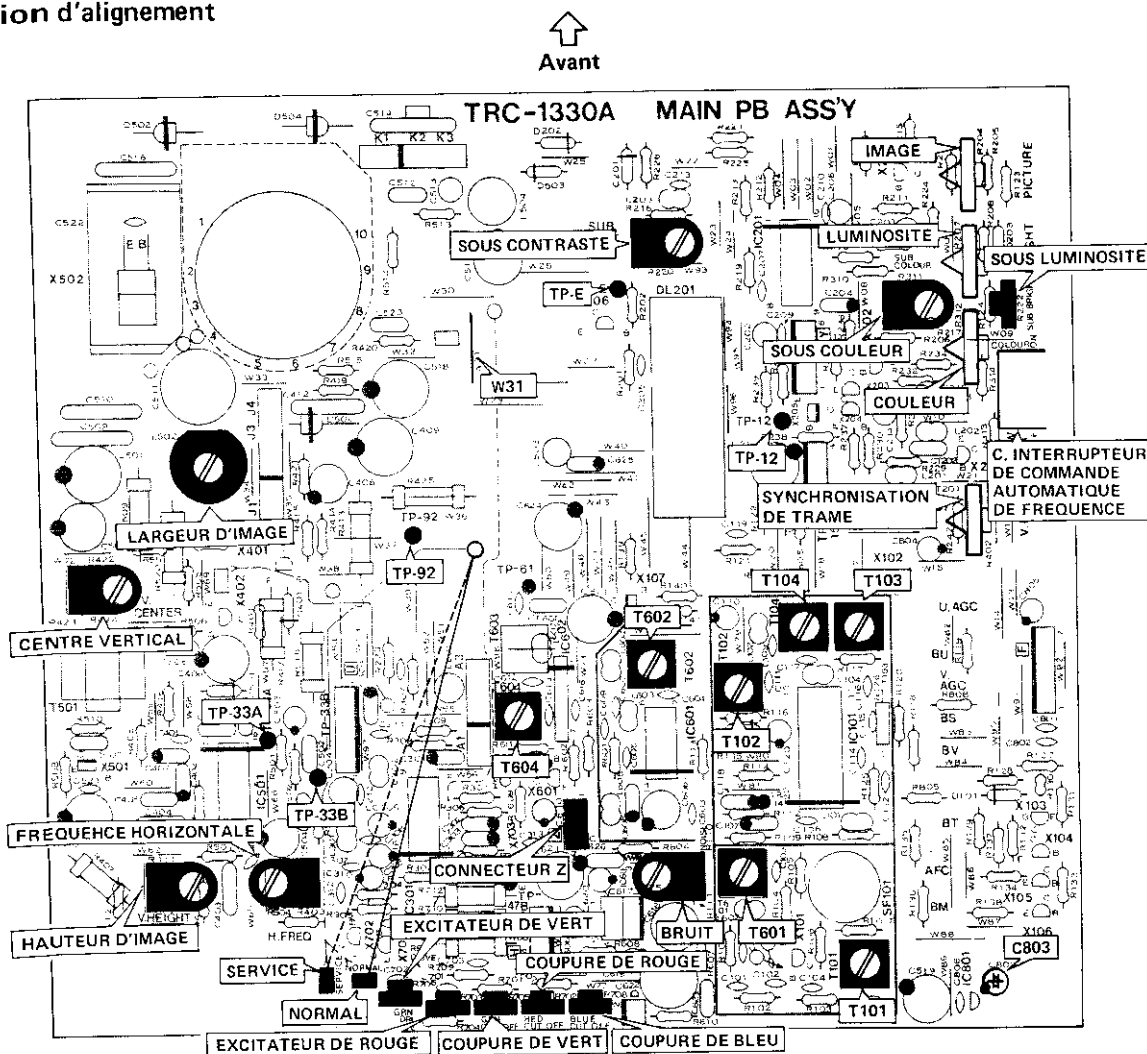

Fig. 6-3
6. Arrêter le fonctionnement du circuit de sortie horizontale en débranchant le W31 (cavalier) illustré sur la figure 6-3 (pour éviter l'alimentation de tension au collecteur de transistor de sortie horizontale X502).